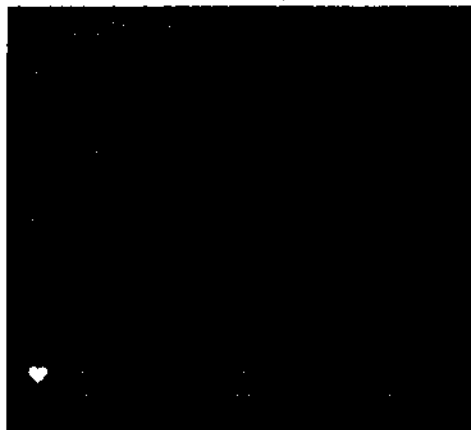

Рис. 7-22. График изменения интеграла линейной скорости, полученный с помощью инструмента Auto VT1
На Рис. 7-22 представлен пример графика изменений интеграла линейной скорости.
4. Нажимайте на кнопку Trending (Изменения), когда необходимо просмотреть текущий график изменений интеграла линейной скорости с помощью инструмента Auto VT1 (см. Рис. 7-22).